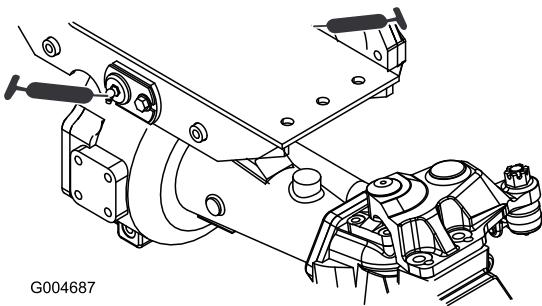

Bild 46
- Zwei Drehbüchsen an der Vorder- und Hinterachse (Bild 46)